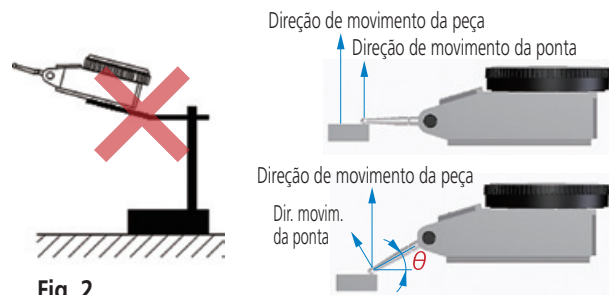

Fig. 2
1. Use um dispositivo de fixação (pela haste ou pelos encaixes "rabo de andorinha") que garanta total estabilidade de posição durante o uso normal. (Fig. 2)